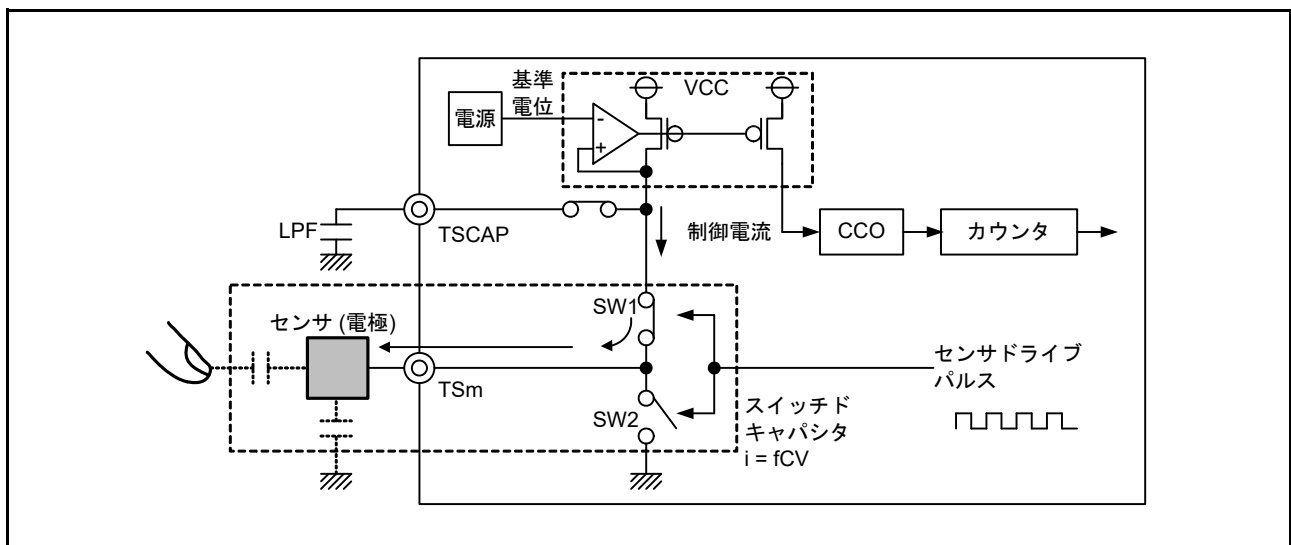
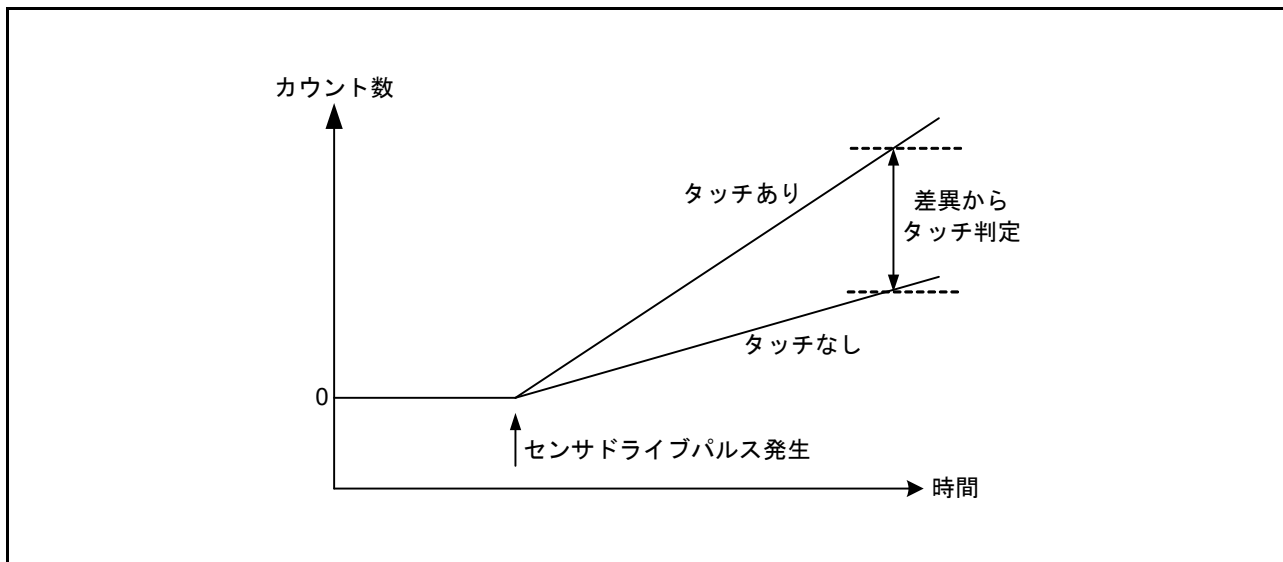

図 39.8 充電動作 (m = 0 ~ 35)
図 39.10 接触 / 非接触による計測値の変化
CTS2の電流周波数変換方式の静電容量計測動作原理を、図 39.8 ~ 図 39.10 を用いて説明します。
(1) SW1 : ON、SW2 : OFF にすることで、電極の静電容量に充電されます (図 39.8)。
(1) と (2) の充放電を早いタイミングで切り替えることにより、スイッチドキャパシタに電流が流れます。このとき、人体の接近により静電容量値が変わるため、流れる電流が変化します。TSCAP 電源を生成する電源 (LDO) からスイッチドキャパシタに流れる電流に比例した制御電流を電流制御発振器 (CCO) に供給することで、クロックを生成します。人体の接近によって変わるクロック周波数をカウンタで計測し、読み出したカウンタ値を用いて、ソフトウェアで人体の接近を判定します (図 39.10)。